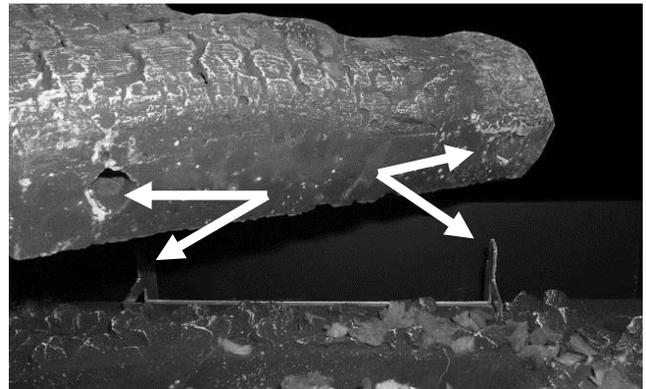

Figure 18 – Détail de Montage de la Bûche 1
2. Placez la bûche 1 sur le support de montage tel qu'illustré aux Figures 18 et 19.